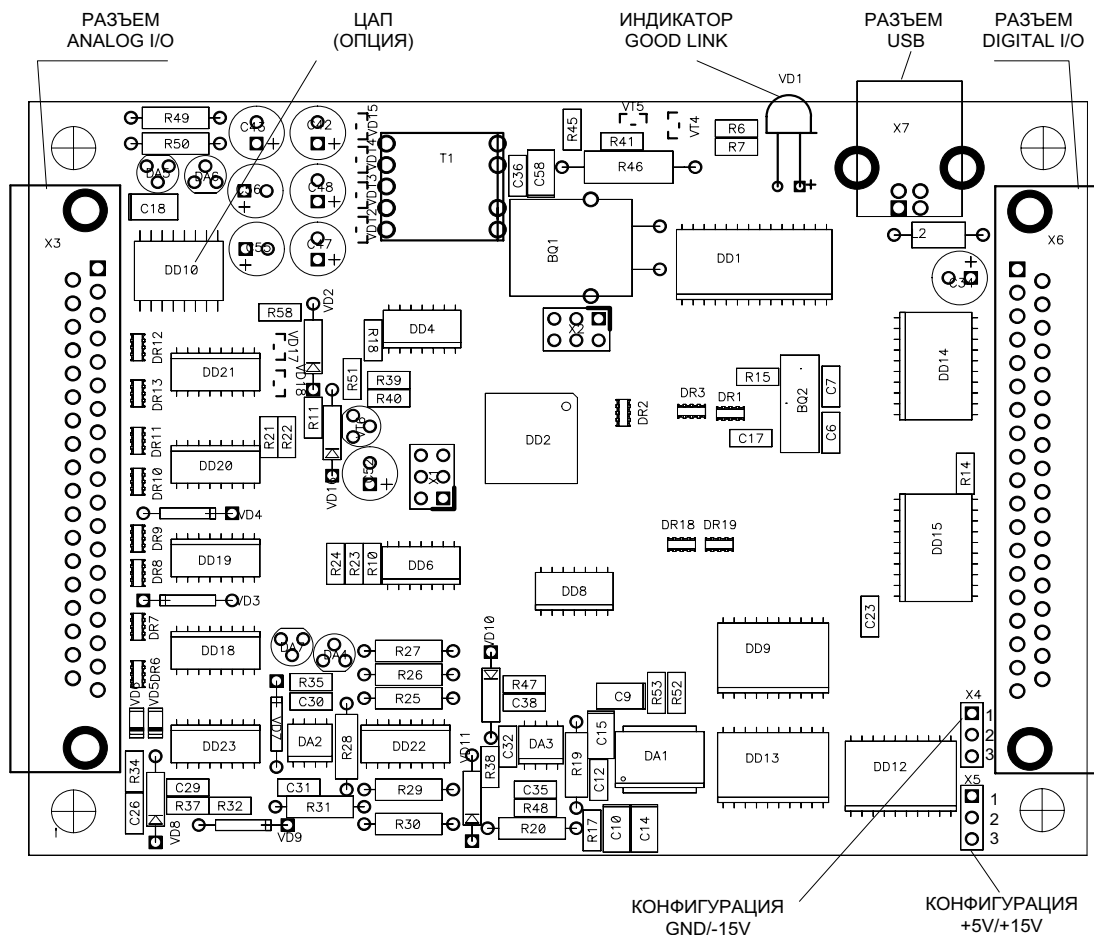

Рис. 2.1: Внешний вид печатной платы
На рис. 2.1 приведен вид платы¹ модуля E14-140 и показано расположение только существенных для конфигурации и подключения элементов.
В большинстве случаев E14-140 не требует специальной аппаратной настройки со стороны пользователя. Штатно E14-140 поставляется в полностью совместимой с E14-440 конфигурации и назначения внешних контактов пользовательских разъемов ANALOG I/O, DIGITAL I/O – см. рис. 2.1, стр. 4. Также как и E14-440, в E14-140 возможна опциональная установка ЦАП, если это оговорено в заказе – см. 2.3.2, стр. 5.
Если в Вашем приложении необходимо снимать с E14-140 напряжения $\pm 15V$, $+5V$ для питания маломощных внешних устройств¹, то Вам необходимо использовать несовместимую с E14-440 конфигурацию назначений контактов разъема DIGITAL I/O. Несовместимую конфигурацию E14-140 Вы можете специально оговорить при заказе модуля; в то же время, изменить конфигурацию Вы, скорее всего, сможете самостоятельно, аккуратно разобрав корпус E14-140 и переставив два джампера (см. рис. 2.1, стр. 4) *конфигурация GND/-15V* и *конфигурация +5V/+15V*, переназначая пару контактов разъема DIGITAL I/O:
- соедините интерфейсный разъем USB модуля (см. рис. 2.1, стр. 4) и свободный USB-порт PC с помощью USB-кабеля, входящего в комплект поставки